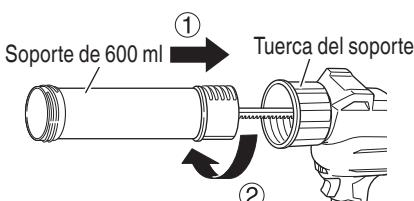

Fig. 14
- (3) Acople el mango del bastidor a la estructura mediante el tornillo.
- (4) Acople el soporte de 600 ml insertándolo en la tuerca del soporte y girándolo en la dirección de la flecha hasta que entre en contacto. (Fig. 14)